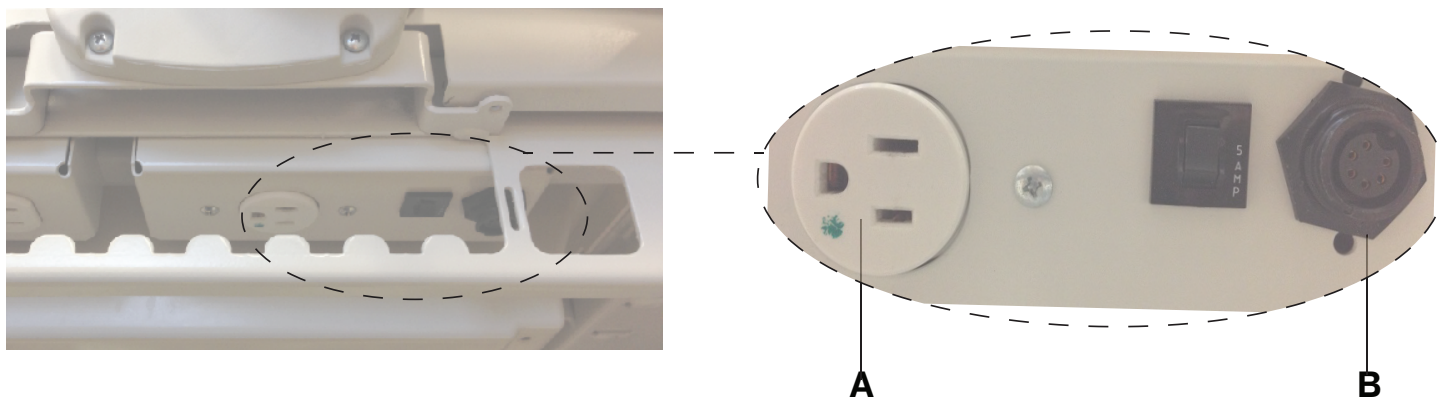

Figure 2 – Prise électrique auxiliaire côté pieds du lit InTouch et connecteur du matelas
6. Passer la sangle de retenue dans les deux anneaux en D (C), des deux côtés.
12. Brancher le câble d'intégration du côté pieds de la surface de support sur l'adaptateur de câble (B) du lit InTouch (Figure 2).
15. Brancher le cordon d'alimentation électrique de la surface de support à la prise électrique auxiliaire (A) côté pieds du lit InTouch (Figure 2).